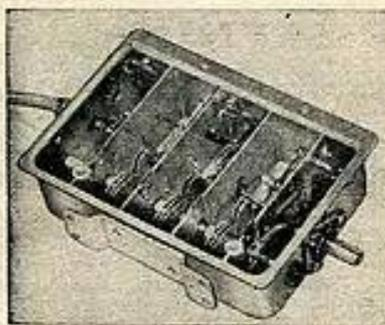

Fig. 2
**ARENA** : ses CV grand public, ses modèles professionnels. Ses bobinages de TV, bobinages de déviation et THT, sélecteurs UHF (fig. 2) et ses circuits imprimés. Tous ces composants avec la qualité bien connue.